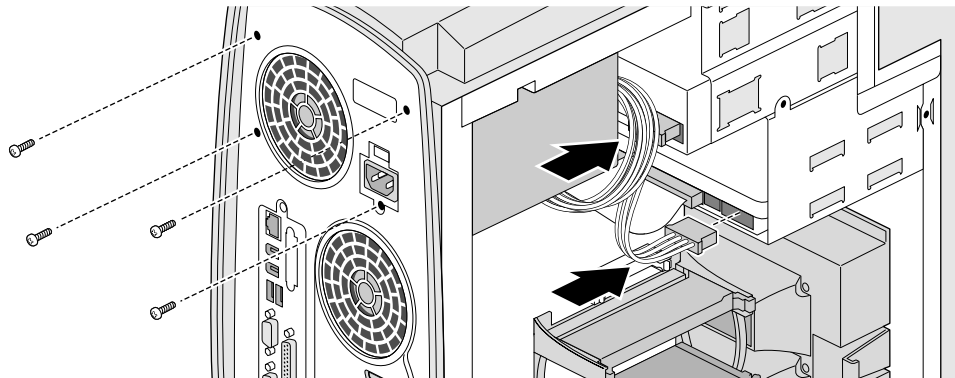

Figura 7-6 Installazione di viti e cavi dell'alimentatore
5. Sorreggendo l'alimentatore con una mano, riavvitare le quattro viti come illustrato nella Figura 7-6. Quindi ricollegare i cavi al retro delle unità interne.